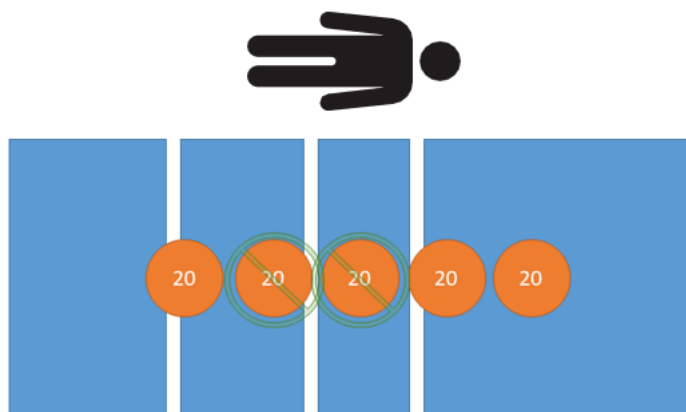

図 29 – 風袋（ゼ口）試験 - 正味60 kg
4. 較正済み分銅を使用して、60 kgを製品に載せます（図 29）。
10. 較正済み分銅を使用して、60 kgを製品に載せます (図 29)。